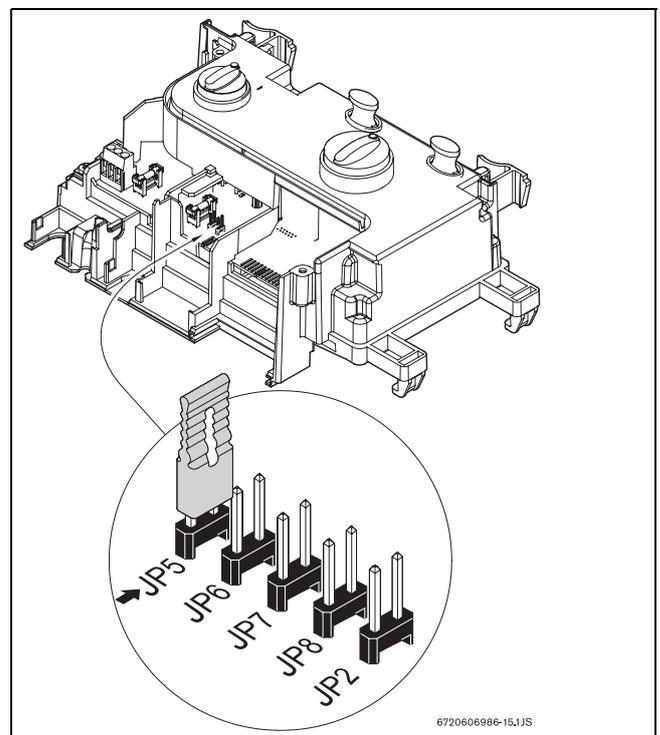

Fig. 9
- ▶ **Solo per WT17** - il ponticello JP5 è già inserito (vedere Fig. 9) per tutti i tipi di gas. Per il WT 17 la trasformazione del gas è già ultimata, registrarla quindi nella targhetta delle caratteristiche dell'apparecchio.